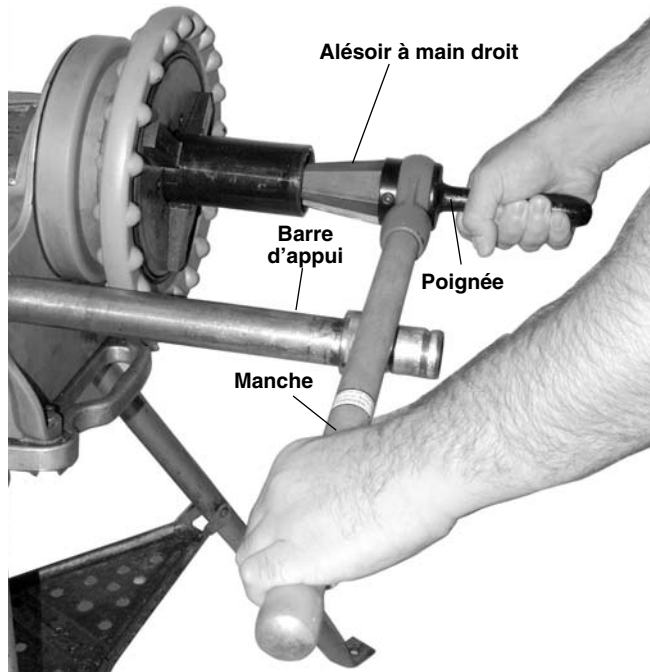

Figure 6 – Alésage des tuyaux à l'aide d'un alésoir à main
4. Reposez la poignée sur la barre d'appui côté gauche (*Figure 6*) et tenez la poignée de l'alésoir avec la main droite. Evitez de vous pincer en faisant attention de ne pas mettre les doigts entre l'alésoir et la barre d'appui.